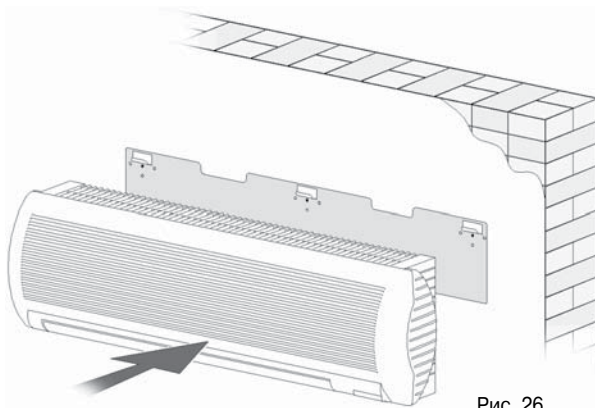

Рис. 26
- Приложите агрегат к монтажной плате (рис. 26);